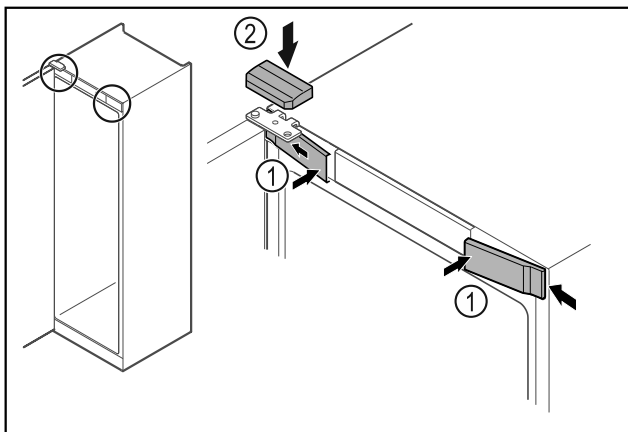

Fig. 26
- ▶ Přední kryty Fig. 26 (1) bočně zahákněte a zaklapněte.
- ▶ Horní kryt Fig. 26 (2) shora zaklapněte.